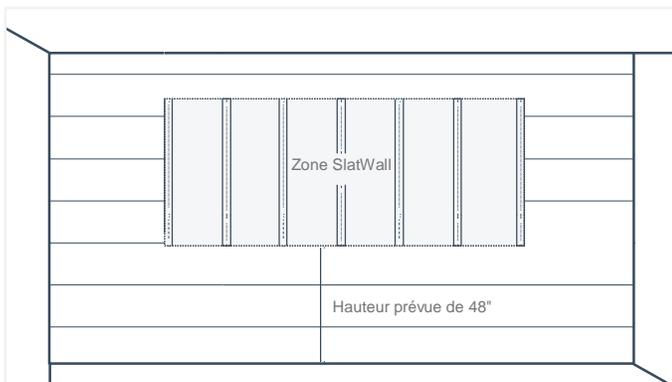

Fig. 14
- a. La distance entre le sol et le bas du premier panneau SlatWall est un incrément pair de 16 po (la largeur de la face apparente des panneaux pour murs et plafonds). L'assemblage résultant entre les panneaux SlatWall et les panneaux pour murs et plafonds est illustré ci-dessous (Fig. 14).